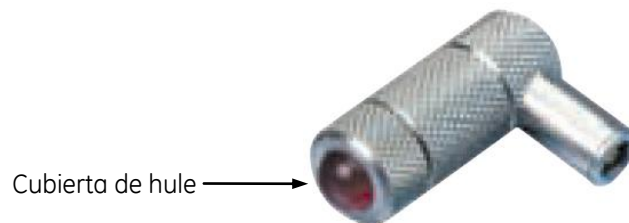

Figura No. 62: Método de acoplamiento con columna de agua cautiva
- Transductores con columna de agua cautiva: La columna de agua cautiva usa una cubierta de hule, goma o plástico para mantener un espacio lleno de agua entre el transductor y el objeto examinado (como en el transductor de rueda), figura No. 62.